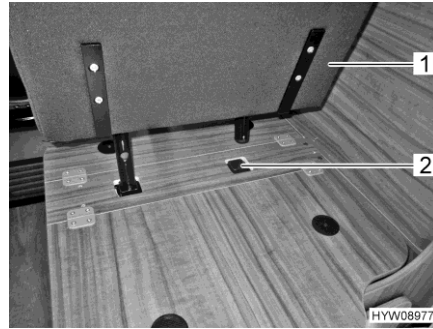

Fig. 16 Ficher le siège emboîtable dans sa fixation
- Ficher le siège emboîtable (Fig. 16,1) dans la fixation (Fig. 16,2).